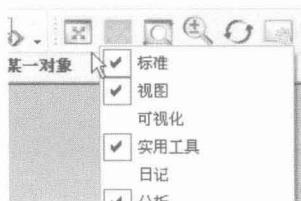

图 1.4 工具条弹出菜单
(1) 显示工具条和按钮的更多信息：将光标置于任意工具条上并单击 MB3，系统显示一个弹出菜单，如图 1.4 所示。在此菜单中，显示当前应用环境所有可用的工具条名称，可以利用“√”决定系统显示哪些工具条。单击任何其他地方以关闭菜单显示。